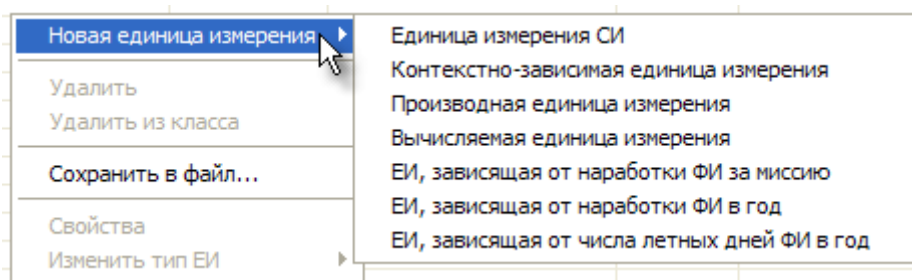
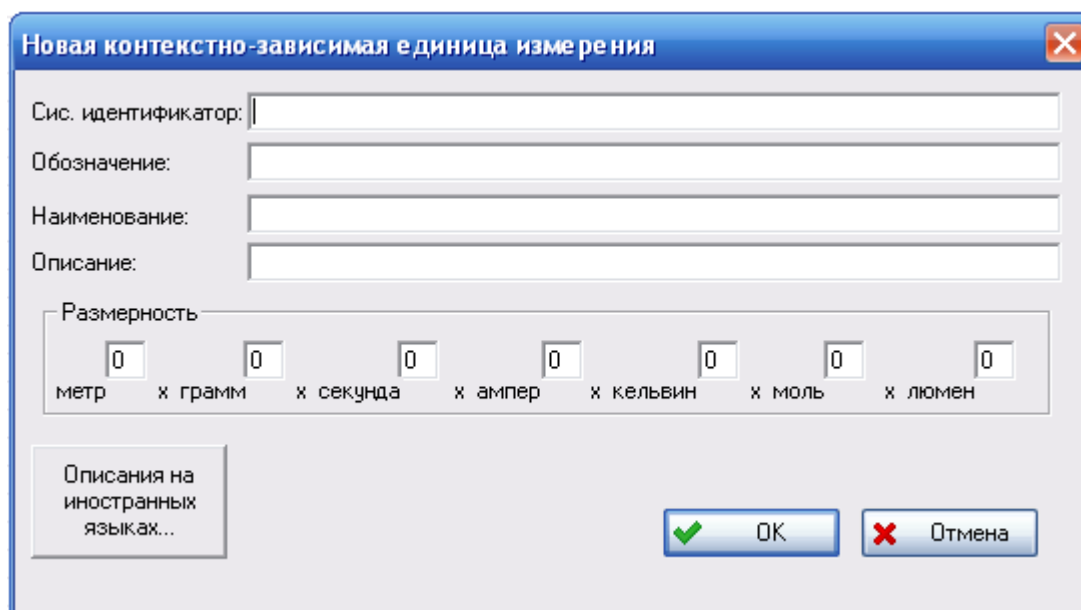
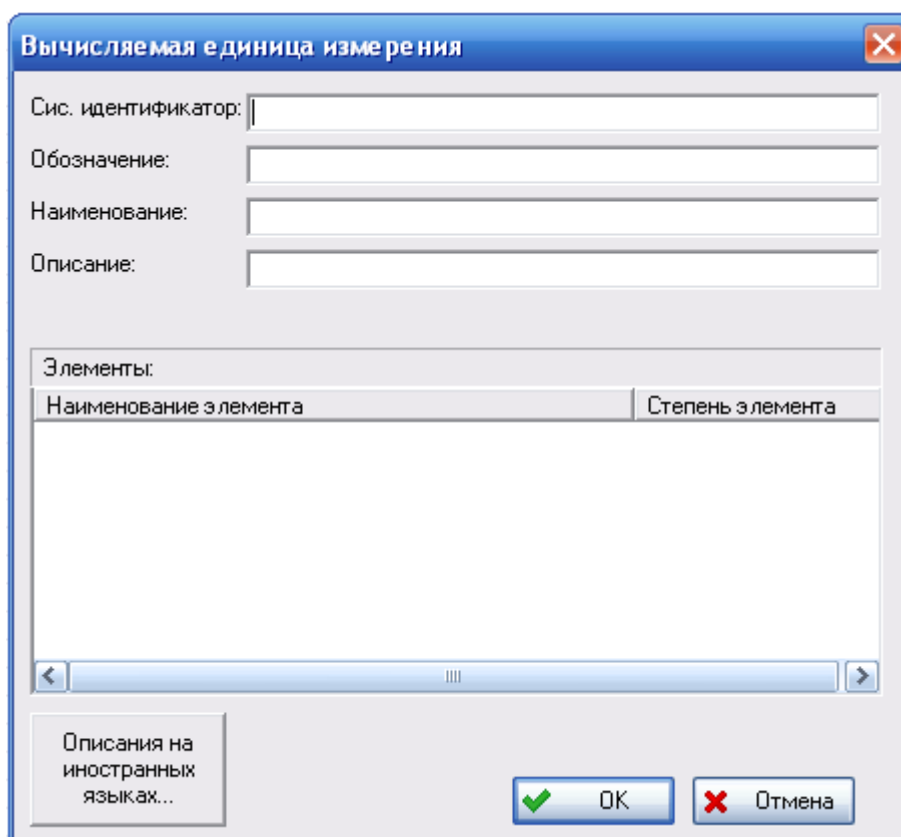

Рис. 4-13
Рис. 4-15
Рис. 4-17
2. В контекстном меню, вызванном в правой части окна, выберите **Новая единица измерения**. Затем в появившемся меню выберите тип создаваемой единицы измерения (рис. 4-13).
Для создания контекстно-зависимой единицы измерения (нестандартной единицы, которая не является единицей измерения СИ и которую нельзя создать на основе другой ЕИ из базы данных) в контекстном меню выберите **Новая единица измерения** → **Контекстно-зависимая единица измерения** (рис. 4-13). Появившееся диалоговое окно **Новая контекстно-зависимая единица измерения** содержит следующие поля (рис. 4-15):
Для создания производной единицы измерения в контекстном меню выберите **Новая единица измерения** → **Производная единица измерения** (рис. 4-13). Диалоговое окно **Производная единица измерения** содержит следующие поля:
Для создания вычисляемой единицы измерения в контекстном меню выберите **Новая единица измерения** → **Вычисляемая единица измерения** (рис. 4-13). Диалоговое окно **Вычисляемая единица измерения** содержит следующие поля (рис. 4-17):